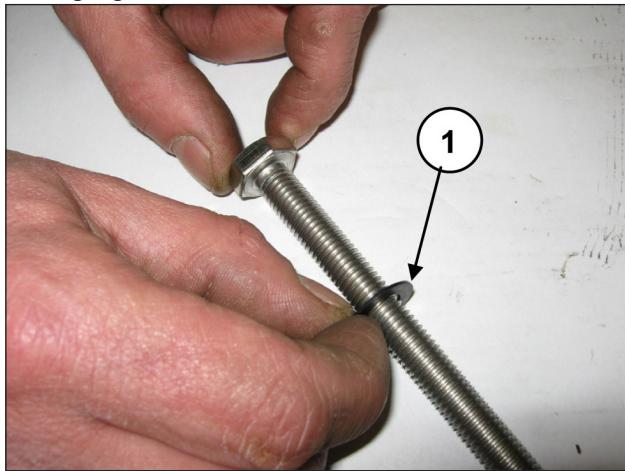

Abb. 181
Setzen Sie die Unterlegscheibe Ø10x18x0.9 auf die Befestigungsschraube des Kolbens (Pos. ①, Abb. 181).